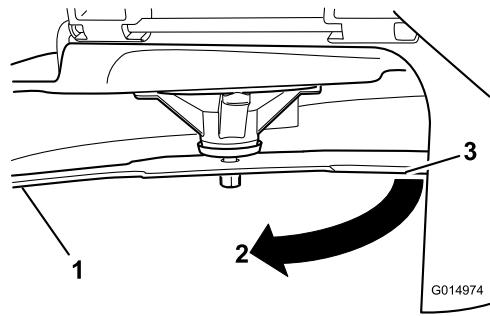

Figure 87
3. Mesurez la distance entre la lame et la surface (A)
4. Tournez la même lame de 180 degrés pour amener le tranchant opposé à la même position (Figure 87).